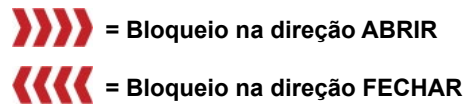

Fig. 2: Exibição da direção de deslocamento com bloqueio
- 4 Se ocorrer um bloqueio durante o deslocamento, uma mensagem de estado será exibida e o curso de posicionamento restante será mostrado em sombreados vermelhos, veja a fig. 2.